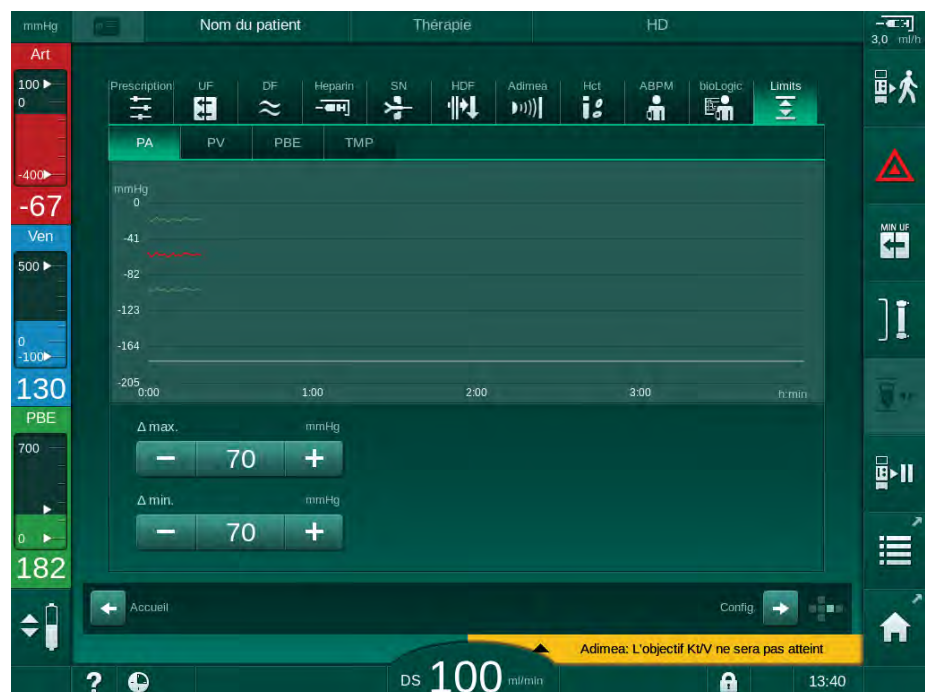
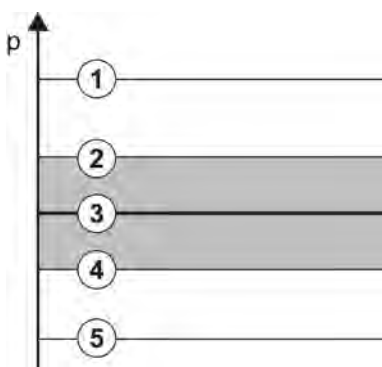

Fig. 5-20 Exemple de limites de pression sur l'écran *Entrée*
Fig. 5-21 Limites de pression
Les pressions sont surveillées par des fenêtres des limites (zone en gris dans Fig. 5-21 ) définies par la distance respective entre la valeur réelle ③ et les limites inférieure ④ et supérieure ② (valeurs delta min./max.). Le total de ces deux distances fournit la largeur de la fenêtre de limites, à savoir dans l'exemple dans Fig. 5-20 : 70 + 70 = 140 (mmHg).